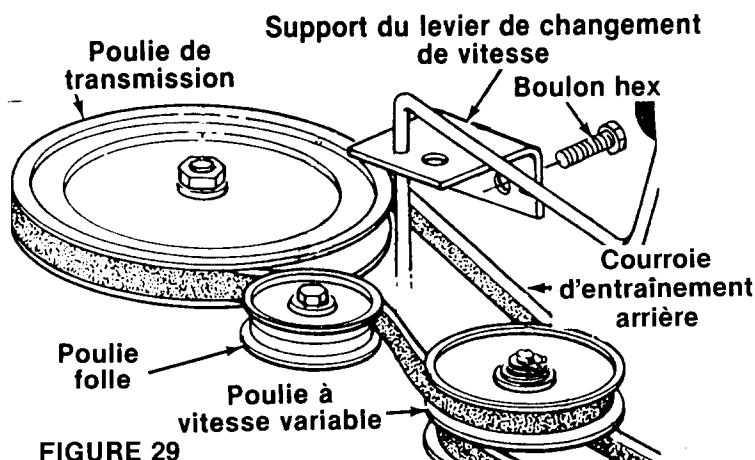

FIGURE 29
3. Poussez le tendeur vers la droite du tracteur. Soulevez la courroie par-dessus le tendeur. Voir la figure 29.